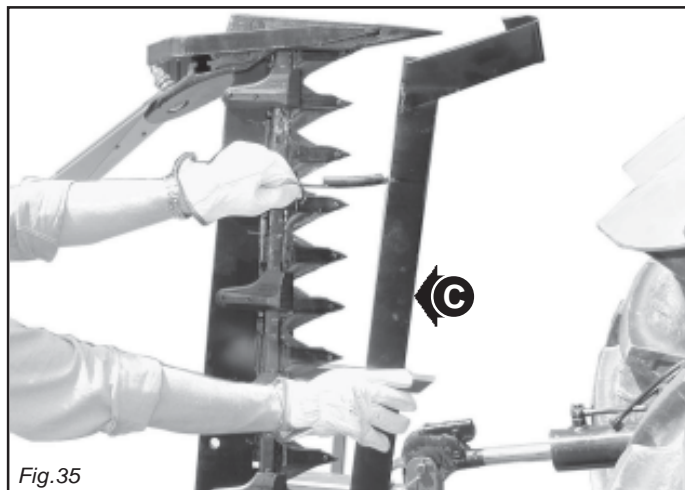

Fig. 35
- Montez les protections sur les lames et sur le sabot extérieur (C, Fig. 35).